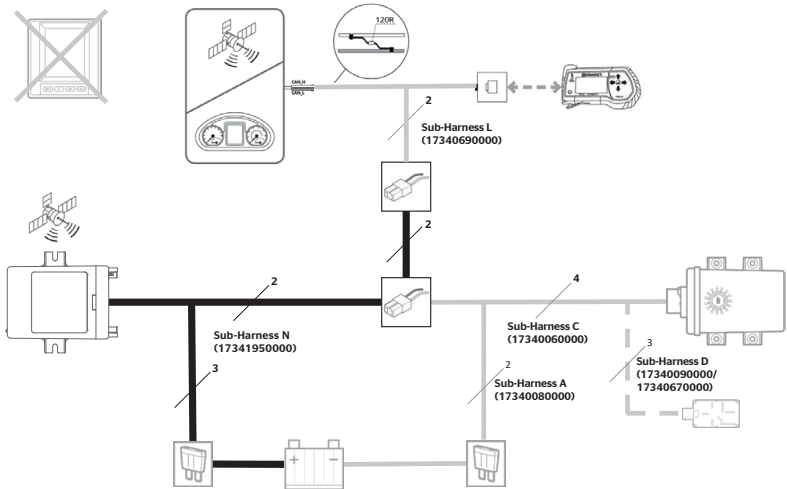

Fig. 2: Variante B
- ◆ Conecte los mazos de cables N y L tal como muestra en la **“Fig. 2: Variante B”**.